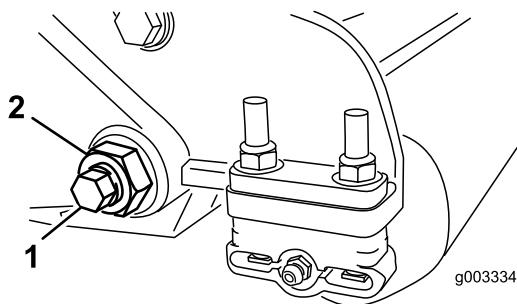
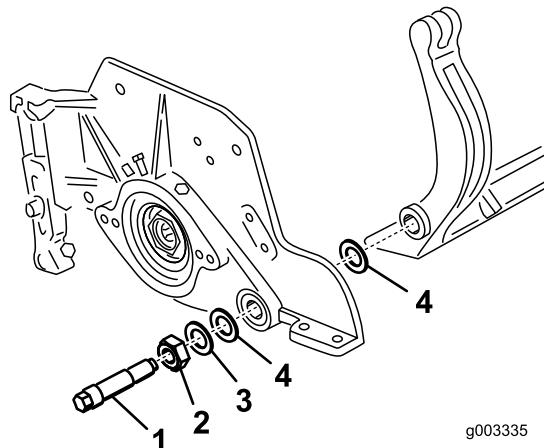

Figura 34
Figura 35
3. En cada lado de la máquina, afloje la contratuerca que fija el perno de la barra de asiento (Figura 34).
(Figura 34). Guarde las 2 arandelas de nylon y la arandela de acero troquelado de cada extremo de la barra de asiento (Figura 35).
2. Fije la barra de asiento a cada chapa lateral con los pernos de la barra (con tuercas en los pernos) y las 6 arandelas. Debe colocarse una arandela de nylon en cada lado del saliente de la chapa lateral. Coloque una arandela de acero por fuera de cada arandela de nylon (Figura 35). Apriete los pernos de la barra de asiento a 37-45 Nm. Apriete las contratuerca hasta que la arandela de acero exterior deje de girar, y la holgura quede eliminada, pero no apriete demasiado ni desvíe las chapas laterales. Las arandelas del interior pueden tener cierta holgura.